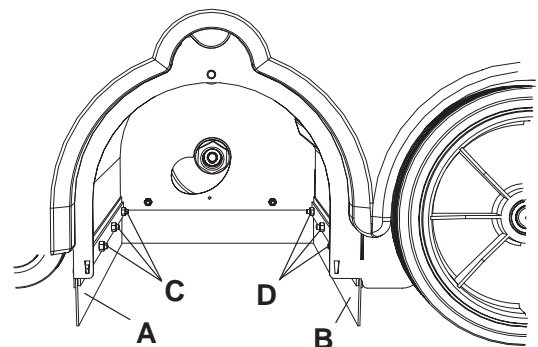

Abbildung 21
14. Prüfen, dass die Flaps vorn (A, Abb. 21) und hinten (B) unversehrt sind.